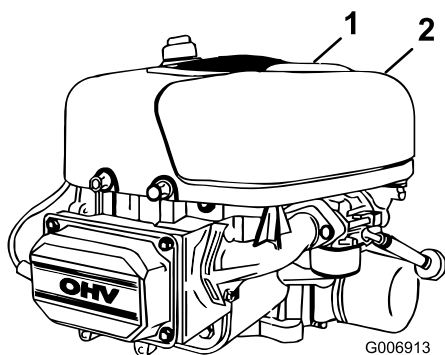

Figure 20
6. Tirez la poignée du couvercle du filtre à air et tournez-la vers le moteur (Figure 20).